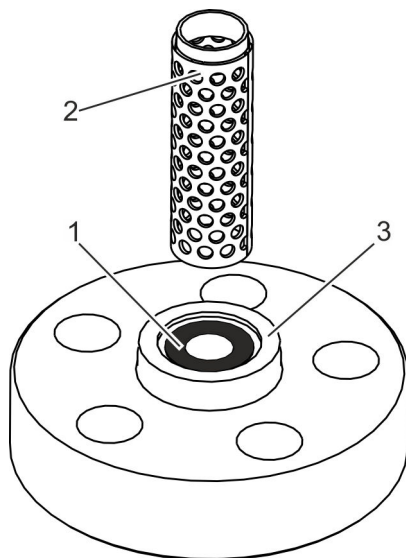

Abb. 25: Siebzyylinder montieren
7. → Neuen Siebzyylinder (Abb. 25/2) in die Zentrierung (Abb. 25/3) des Deckels auf dem montierten Packungsring (Abb. 25/1) einstecken.
8. → Sicherstellen, dass Längsnaht am Siebzyylinder (Abb. 25/2) nicht in Austrittsrichtung des Gehäuses ausgerichtet ist.